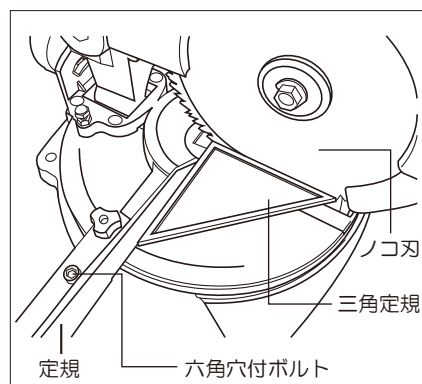

図12
- ③ハンドルを押さえてストッパーつまみで固定し、ノコ刃の側面と定規にかね尺、または三角定規を当て、ノコ刃と定規が直角になるように調整してください。(図12参照)
- ④定規が動かないように注意して六角穴付ボルト2本を締め付けてください。